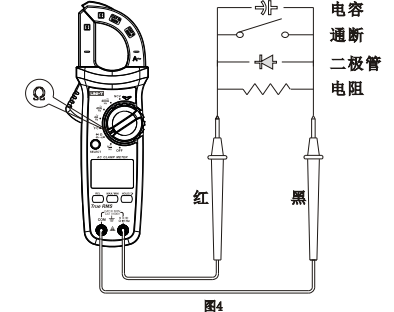

图4
3. 电阻测量 (图4)
4. 导通检测 (图4)
5. 二极管测量 (图4)
6. 电容测量 (仅UT202+, UT202A+) (图4)